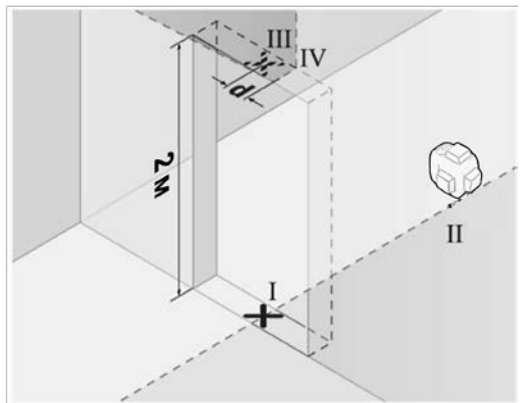

Рисунок 9
3.8.4 Позначте місце перетину лазерного променя з верхнім краєм дверного прорізу як точку «IV» (дивіться рисунок 9).